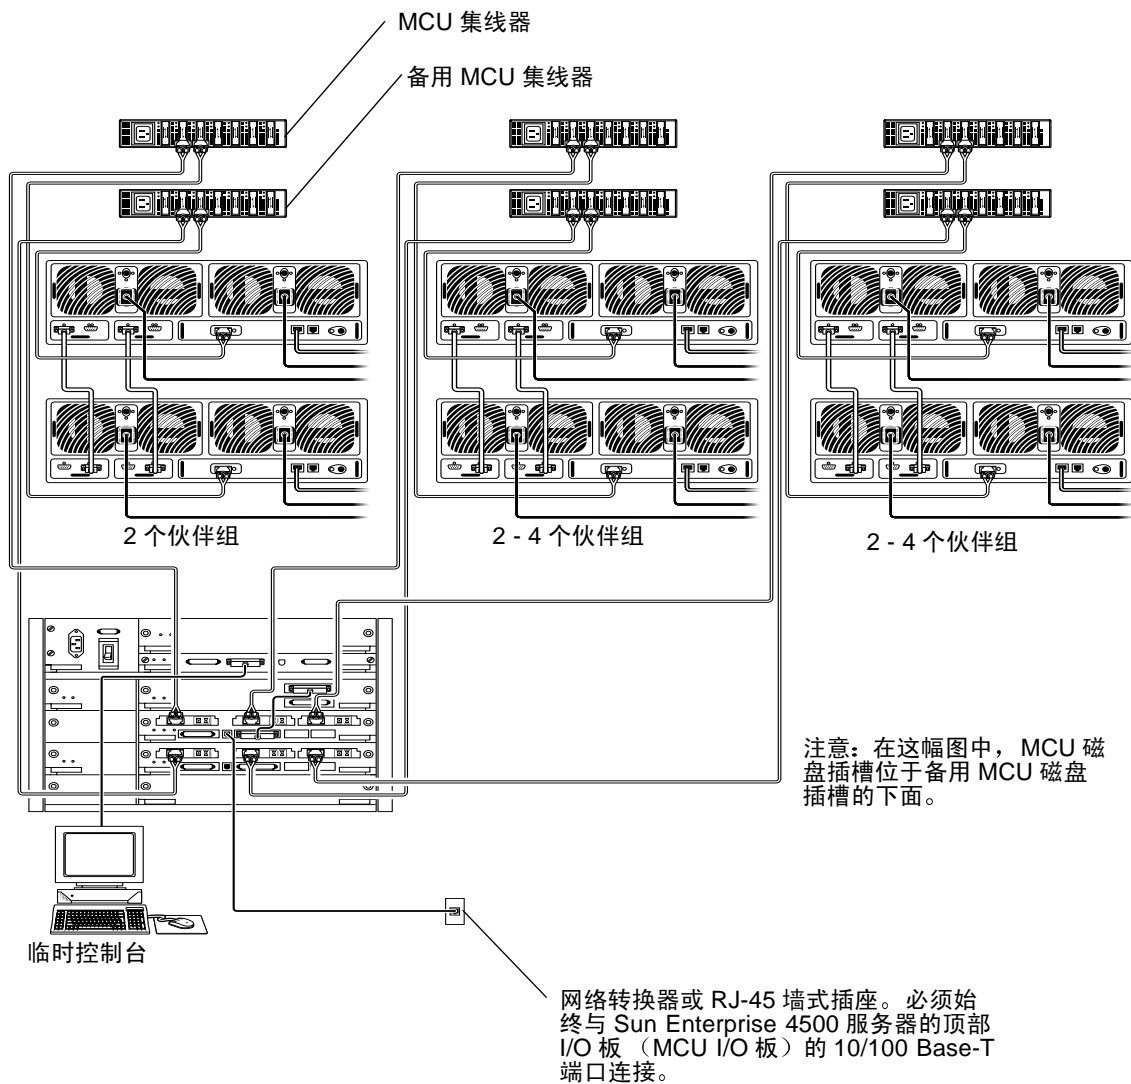
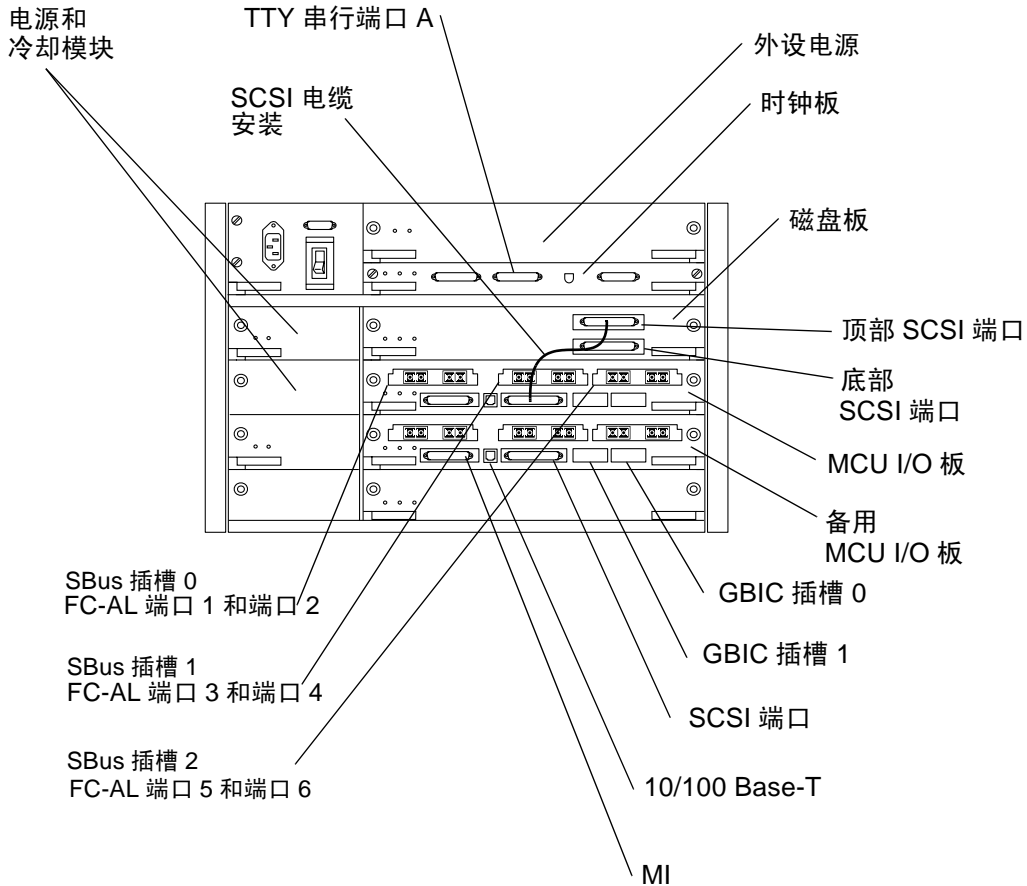
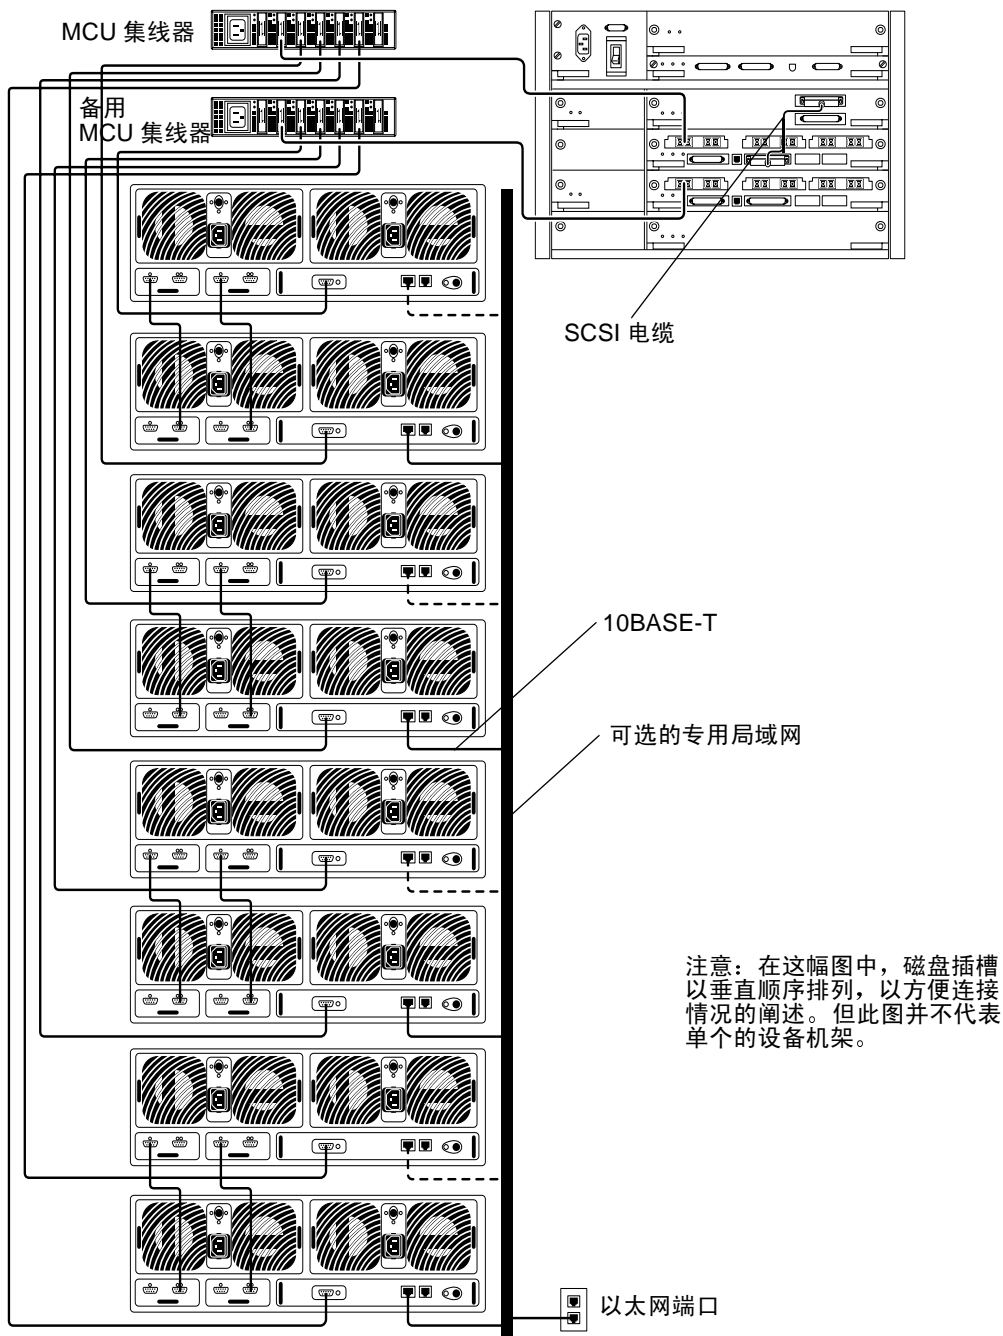

图 8 安装时的 Sun Enterprise 4500 服务器和典型磁盘插槽伙伴组之间的连接方式
图 9 Sun Enterprise 4500 服务器背面详图和连接
图 10 Sun StorEdge N8600 Filer 的最低配置
3. 如图 8 所示，将光缆的另一端连接到 MCU 集线器的光纤信道仲裁回路 (FC-AL) 端口。
请参阅图 10。
6. 用光缆连接 MCU 集线器输出口和 MCU I/O 板的 Sun Enterprise 4500 服务器 FC-AL 端口 1（请参见图 8、图 9 和图 10）。
7. 用光缆连接备用 MCU 集线器输出口和备用 MCU I/O 板的 Sun Enterprise 4500 服务器 FC-AL 端口 1（请参见图 8、图 9 和图 10）。
8. 如果还有另外的集线器，重复步骤 2 到步骤 7，使用 MCU I/O 板和备用 MCU I/O 板的 Sun StorEdge 4500 服务器 FC-AL 端口 3 和端口 5，来连接所有剩余的磁盘插槽伙伴组和集线器。（请参见图 8 和图 9）。
9. 用 SCSI 电缆连接磁盘板的顶部 SCSI 端口和 MCU I/O 板的 SCSI 端口，如图 9 所示。
11. 用串行电缆临时连接 Sun Enterprise 4500 服务器 TTY 串行端口 A（请参见图 8 和图 9）和任意主机，该主机在初始化网络配置过程中将作为控制台。
12. 用双绞线以太网 (TPE) 电缆连接 MCU I/O 板的 Sun Enterprise 4500 服务器 10/100 Base-T 端口（请参见图 8 和图 9）和网络转换器或 TPE (RJ-45) 墙式插座。
注意 – 在图 9 中，由于空间限制，只标出了备用 MCU I/O 板的 10/100 Base-T 端口。确保使用 MCU I/O 板的 10/100 Base-T 端口。
16. 参照图 8 和图 10，检查所有电缆的连接是否正确。